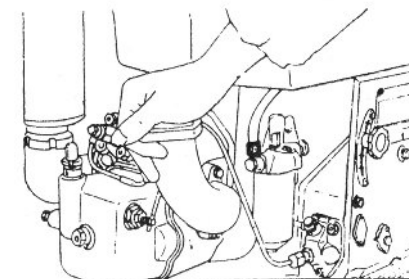

Fig.10- Parada de emergência bloqueando a entrada de ar do filtro
6) Se ocorrer perda do controle de velocidade do motor e for necessário uma parada rápida, é aconselhável abrir o filtro de ar e bloquear a entrada com as mão, (fig. 10), ou soltar qualquer mangueira de combustível da alta pressão que a máquina pára imediatamente. A máquina também pode ser parada acionando o dispositivo de descompressão.